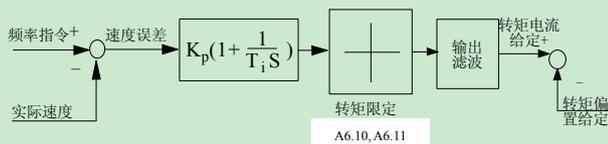

图 6-15 速度调节器简化图
1. 速度调节器 (ASR) 的构成如图 6-15 所示。图中 K_p 为比例增益 P， T_i 为积分时间 I。